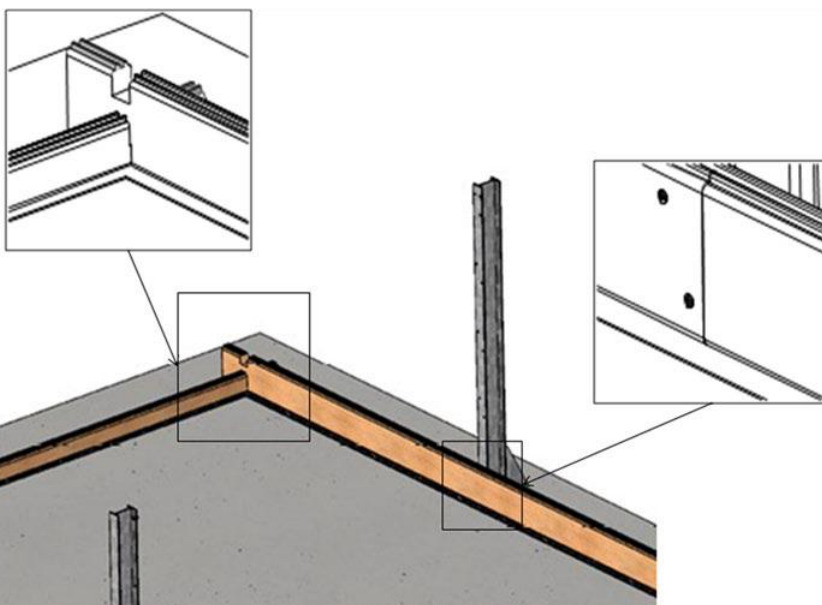

Figure 10 – Verrouillage des madriers entre eux
- entre elles comme indiqué à la *Figure 10*, à l'aide de 2 vis par paire de lames, et sur les deux côtés comportant chacun 10 lames de hauteur, soit un total de 160 vis à tête fraisée 5 x 40 en inox A4 torx filetées sur 25 mm (sachet C) ;